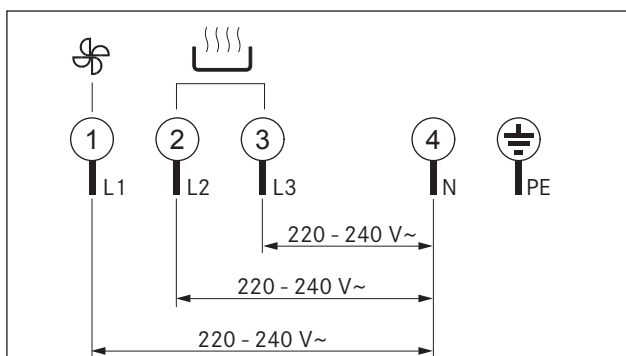
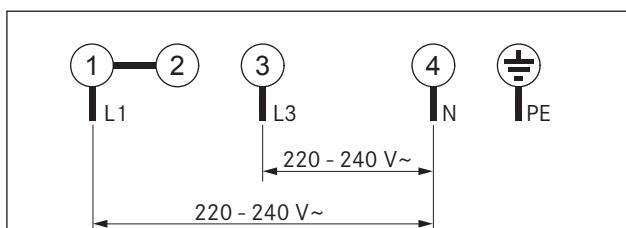
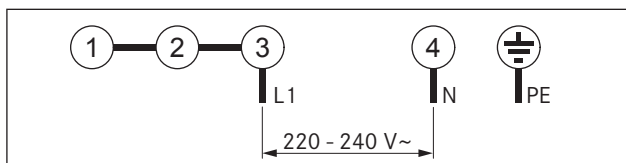

Fig. 6.36 Schema di collegamento Collegamento 3 fasi
Fig. 6.37 Schema di collegamento Collegamento 2 fase
Fig. 6.38 Schema di collegamento Collegamento 1 fase
- Collegare il cavo di collegamento alla rete secondo il rispettivo schema di collegamento (Fig. 6.36, Fig. 6.37, Fig. 6.38) alla presa di alimentazione [2] del piano di cottura con aspiratore per piano cottura.
- Fissare le clip fermacavi [3] nei fori previsti (1) sul lato sinistro o destro per condurre i cavi all'indietro.